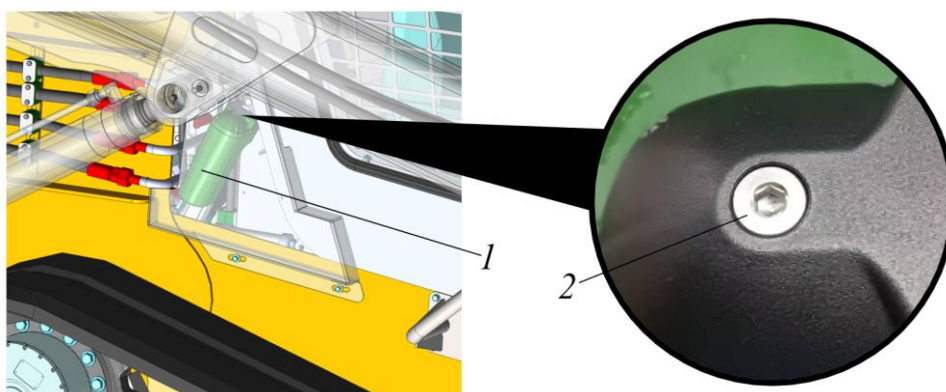

Рисунок 5.11. Актуатор подъема-опускания кабины
- ▶ На актуаторе 1 (рис. 5.11) сверху шестигранным ключом  на 5 выкрутить винт поз. 2.